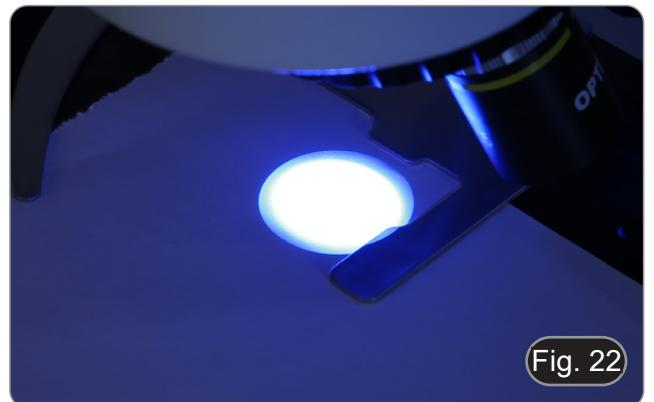

Fig. 22
7. Mit der Fokussierschraube der Sammellinse ② das Bild vergrößern, bis eine homogene Ausleuchtung erreicht ist. (Fig. 22). Setzen nun eine Objektiv in den Lichtweg ein und optimieren mit Blick in die Okulare die Beleuchtung mit den Schrauben ② und ③.